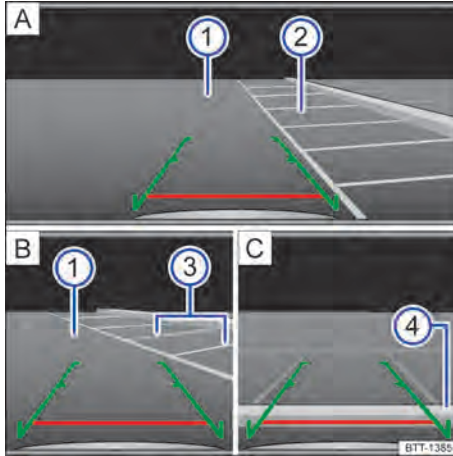

Fig. 113 Visualización de la pantalla del sistema de radio: estacionar con la cámara de marcha atrás.
Leyenda para **fig. 113**:
- Colocar el vehículo delante de la plaza de estacionamiento → **fig. 113** ② **A**.
- Conducir hacia atrás lentamente y maniobrar de modo que las guías verdes laterales conduzcan entre las líneas de delimitación de la plaza de estacionamiento seleccionado ② **A**.
- Alinear el vehículo en la plaza de estacionamiento seleccionada de modo que las guías verdes laterales queden sobre las líneas de límite lateral ③ **B**.
- Detener el vehículo cuando la línea roja alcance el límite trasero ④ **C**. <